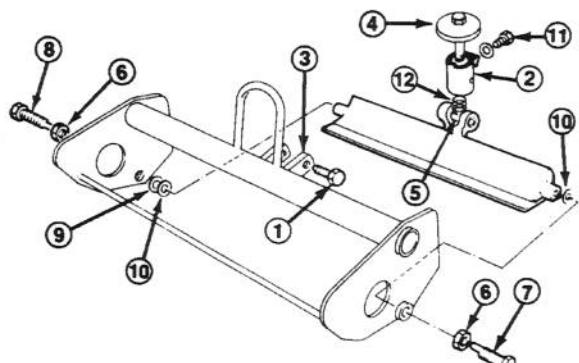

Figure 12
1. Retirez la vis SPC de fixation et la rondelle du bras de rappel à ressort de l'assemblage du pivot. Desserrez les vis du pivot fixant l'assemblage du pivot du contre-couteau aux supports du châssis du tambour (Fig.12).**2.** Faites tourner l'assemblage de la molette de réglage et du pivot dans le sens horaire (filetage à gauche) jusqu'à ce qu'il soit dévisé du pivot de la contre-barre (Fig.12).
3. Desserrez les écrous de blocage fixant les boulons de pivot gauche et droit de la contre-barre (Fig.12).
8. Fixez le côté droit de la contre-barre à la plaque latérale au moyen d'un boulon à épaulement, d'un contre-écrou, d'une rondelle en acier et d'une rondelle en plastique. Placez les rondelles entre la contre-barre et la plaque latérale, la rondelle de plastique du côté de la contre-barre. Réglez le boulon à épaulement (côté droit) jusqu'à ce que le côté gauche de l'assemblage de la contre-barre soit solidement appuyée contre la plaque latérale gauche, serrent fermement la rondelle en plastique, de sorte que tout jeu dans la contre-barre soit supprimé. Celle-ci doit pouvoir pivoter librement et sans contrainte lorsque l'assemblage du pivot et de la molette n'est pas encore installé. Serrez le contre-écrou tout en maintenant le boulon à épaulement (Fig.12).
9. Vissez l'assemblage de la molette de réglage et du pivot dans le côté plat du pivot de la contre-barre jusqu'à ce que les trous de fixation dans l'assemblage du pivot soient alignés avec les trous dans les supports du châssis du tambour et que le contre-couteau n'interfère pas avec le tambour (Fig.12).